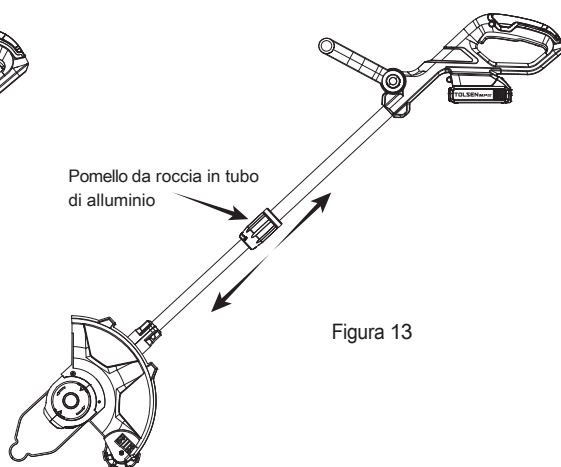

Figura 13
- Ruotare la manopola di bloccaggio del tubo di alluminio mostrata nella Figura 13 in senso antiorario, quindi allungare o accorciare il tubo di alluminio alla lunghezza desiderata.